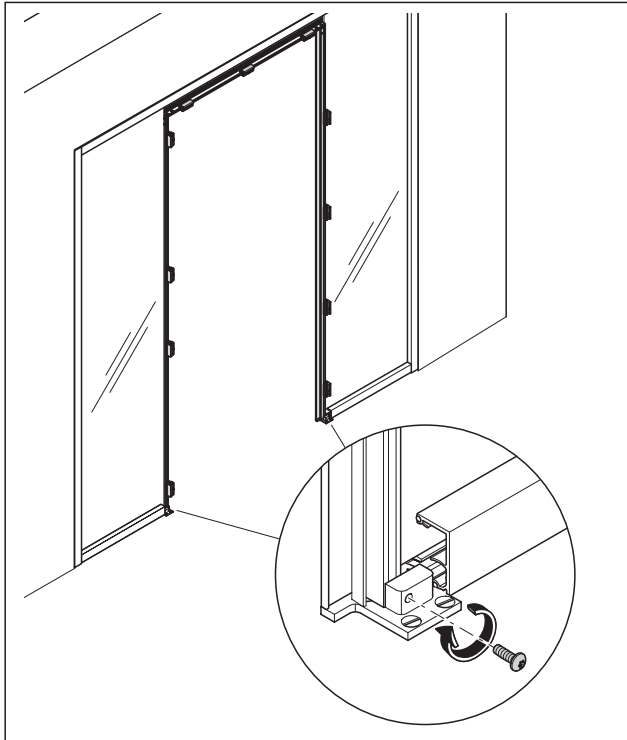

Abb. 32 Das Grundprofil für die Zarge mit den Zargenpositionierern verbinden
8. Die Zarge mit den Zargenpositionierern verbinden (Abb. 32).